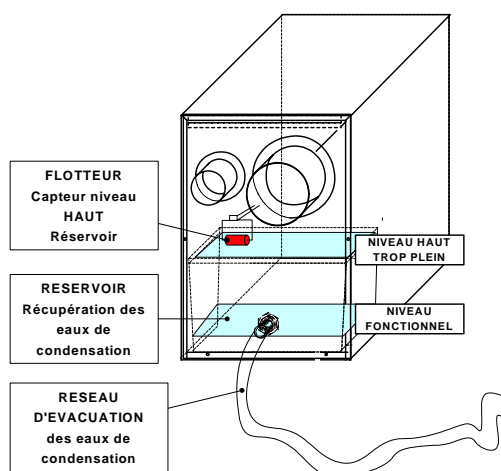

Figure 2
**En cas de non fonctionnement de la centrale il est donc indispensable de vérifier le réseau d'évacuation des eaux de condensation (Voir figure 2).**
Le premier capteur correspond au capteur flotteur détecteur de trop plein du réservoir à Eau. Le redémarrage de la centrale peut s'opérer par vidange ou débouchage de l'évacuation des eaux de condensation. Si le problème persiste on peut vérifier le bon fonctionnement du flotteur en démontant la face arrière de la centrale de déshumidification et en vérifiant le bon positionnement du système de captation (Voir figure 2).